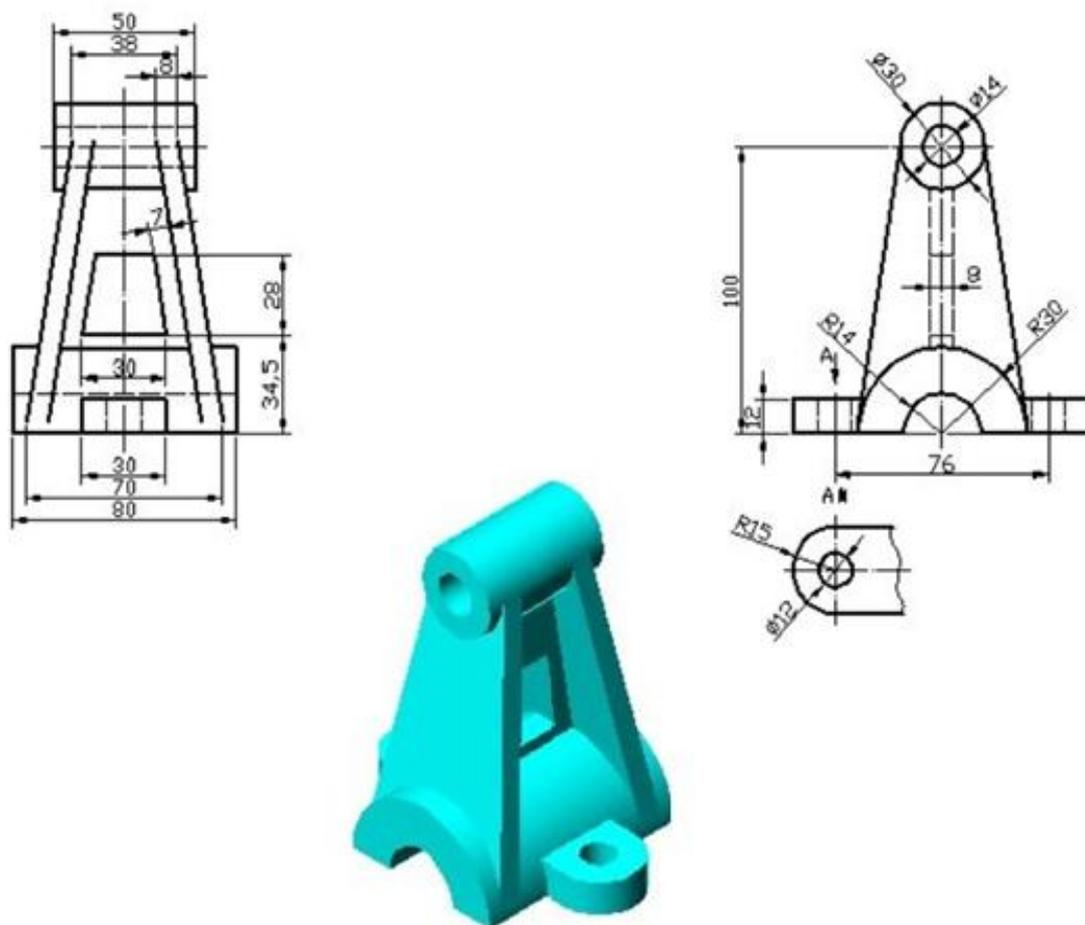

图 J1-6 三维零件 6
- ① 在盘下建立考生文件夹，文件夹名称为“场次-工位号”，所有文件必须保存在考生文件夹中，否则记零分；
- ② 文件名称为“J1-6”，保存在考生文件夹中；
- ③ 根据图 J1-6 所示尺寸完成三维建模；
- ④ 隐藏草图和创建的基准平面；
- ⑤ 考试过程中注意保存，考核结束时考试应立即停止操作，不得关闭电脑，离开考场。
(2) 实施条件